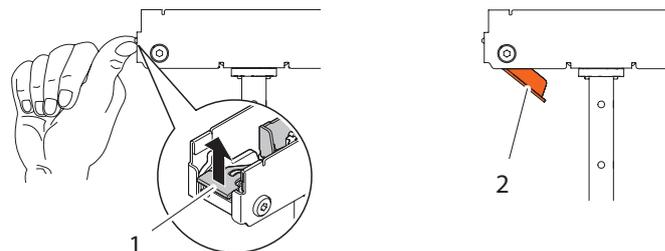

Fig. 26: Einhängeadapter vorbereiten
2. Beim Einhängeadapter beide Hebel (Fig. 26/1) hochdrücken, damit sich die Laschen öffnen (Fig. 26/2).